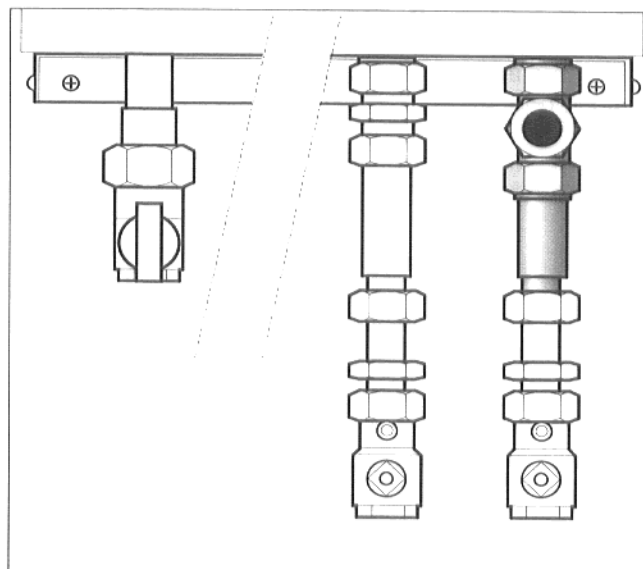

Fig. 5: tubo di ritorno, rubinetto di manutenzione
- Utilizzando il raccordo di bloccaggio a T, montare il tubo di ritorno del gruppo G-AA tra il rubinetto di manutenzione ed il ritorno caldaia (Fig. 5).
- Ermetizzare il nipplo doppio nel pezzo a T (Fig. 5).